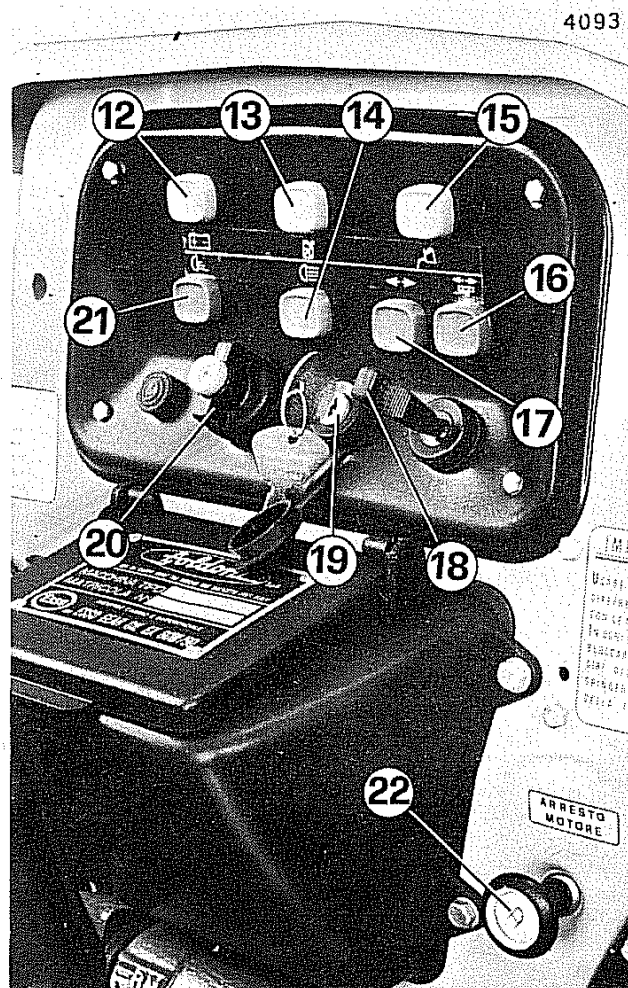
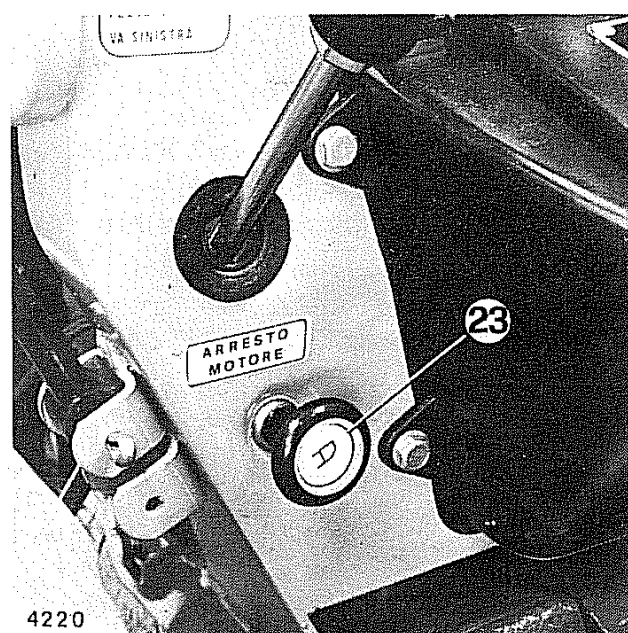

Fig. 2 - Strumentazione cruscotto.
Fig. 3 - Arresto motore nei mod. 928, 930, 932 e 933.
- Nel caso che la macchina debba rimanere ferma con accese le luci di posizione, ruotare la chiave del quadro avviamento nella posizione **P** (vedi schema) e il commutatore luci **20** (fig. 2) nel primo scatto.
- Per l'arresto del motore nei mod. 919 e 921 occorre agire sulla apposita leva sul motore (vedi libretto istruzioni motore), invece nel mod. 926, sulla leva **22** (fig. 2) e nei mod. 928, 930, 932 e 933 sulla leva **23** (fig. 3).